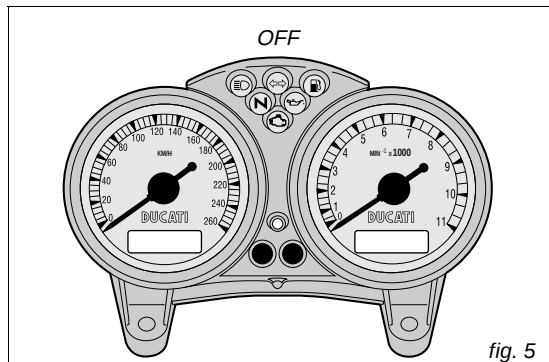
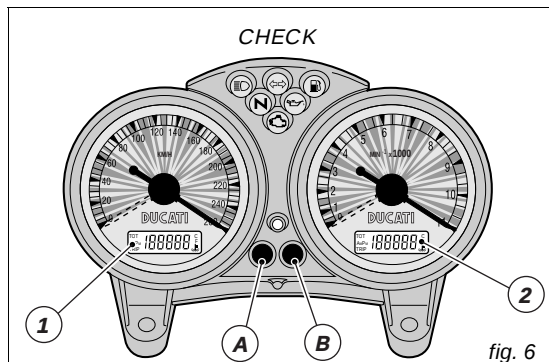

fig. 5
fig. 6
All'accensione (chiave da **OFF** a **ON**) il cruscotto esegue un Check di tutta la strumentazione (lancette, display, spie) (fig. 5 e fig. 6).
Premendo il pulsante (A, fig. 6) con chiave ON si alterna la visualizzazione del contachilometri parziale e di quello totale.
Tenendo premuto il pulsante (A, fig. 6) per più di 2 secondi quando è nella funzione **TRIP** (contachilometri parziale), si otterrà l'azzeramento nel display (LCD 1).
Premendo il pulsante (B, fig. 6) con chiave ON si visualizza l'orologio e la temperatura dell'olio.
Premere il pulsante (B, fig. 6) per almeno 2 secondi. Regolare AM/PM premendo il pulsante (A, fig. 6). Premere il pulsante (A, fig. 6) per passare alla regolazione dell'ora. Premere (A) ripetutamente per modificare l'indicazione dell'ora. Premere il pulsante (B) per passare alla regolazione dei minuti.
Se si preme il tasto (B, fig. 6) entro 5 secondi con la chiave in posizione ON, ad ogni pressione sul detto pulsante si avrà una variazione dell'intensità luminosa del cruscotto.